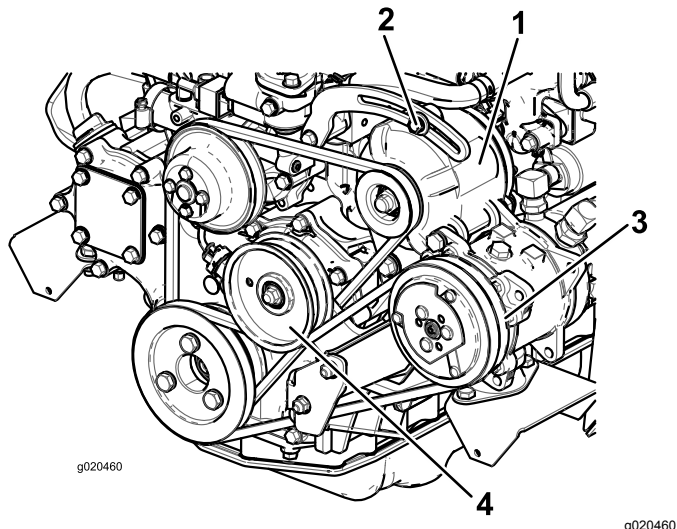

Bild 98
Lockern Sie bei einer Durchbiegung von mehr oder weniger als 10 mm die Befestigungsschrauben der Lichtmaschine (Bild 98).
2. Lockern Sie bei einer Durchbiegung von mehr oder weniger als 10 mm die Befestigungsschraube der Spanscheibe (Bild 98).